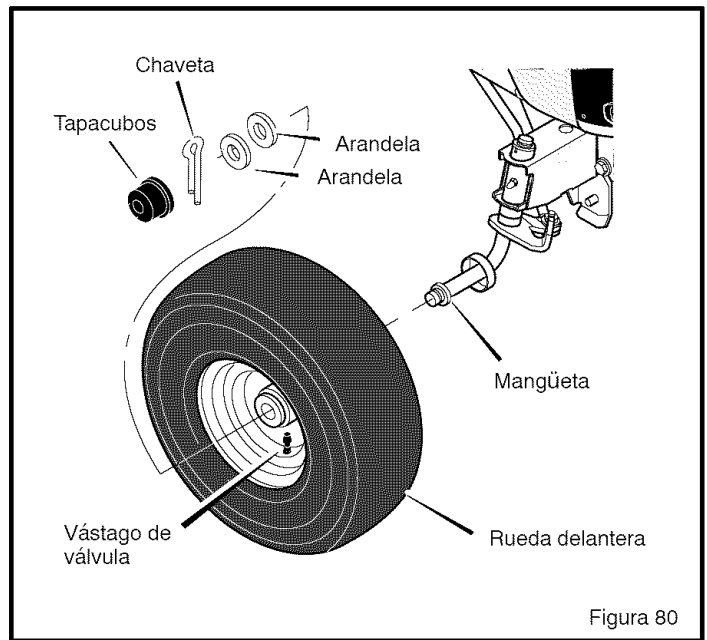

Figura 80
1. El **vástago de válvula** tiene que quedar hacia la parte exterior del tractor. Deslice la **rueda delantera** en la **mangüeta**. (Figura 80).